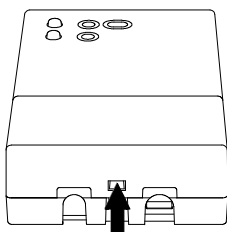

Fig. 2
- 2 Împingeți cu ajutorul șurubelniței lamela de material plastic aflată în fanta de jos până când ridicați puțin capacul cablurilor (Fig. 2).
- 2 Using a screwdriver, push the plastic flap of the bottom slot and slightly lift the cable lid up (Fig. 2).